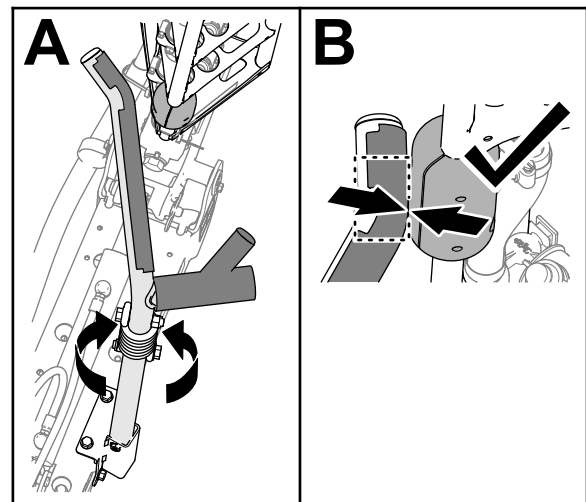

Figure 108
4. Tournez le berceau jusqu'à ce que le coude du tube soit en face du bloc coulissant sur le tube supérieur de la rampe extérieure (Figure 108).
Remarque: Les blocs doivent toucher le berceau au niveau du coude du tube supérieur (Figure 108).